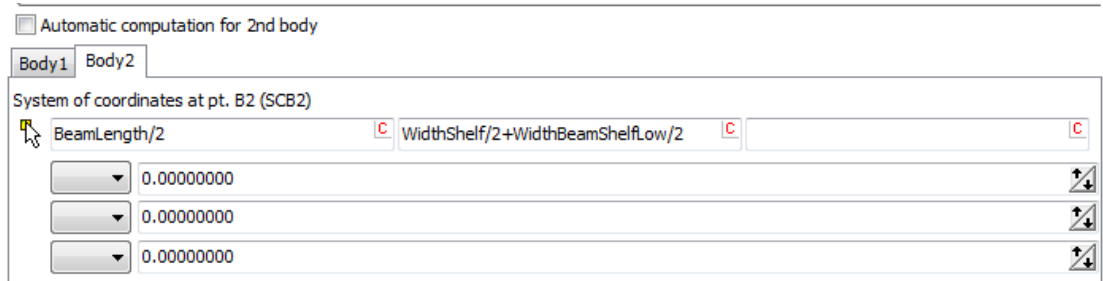

图 2.22
5. 在 **Body2** 页面设置 **Platform.Platform** 连接点 Point B2 (对应 **Base0** 的 Point B1) 坐标为 : (**BeamLength/2** , **WidthShelf/2 + WidthBeamShelfLow/2**, **0**), 如图 2.22 所示。